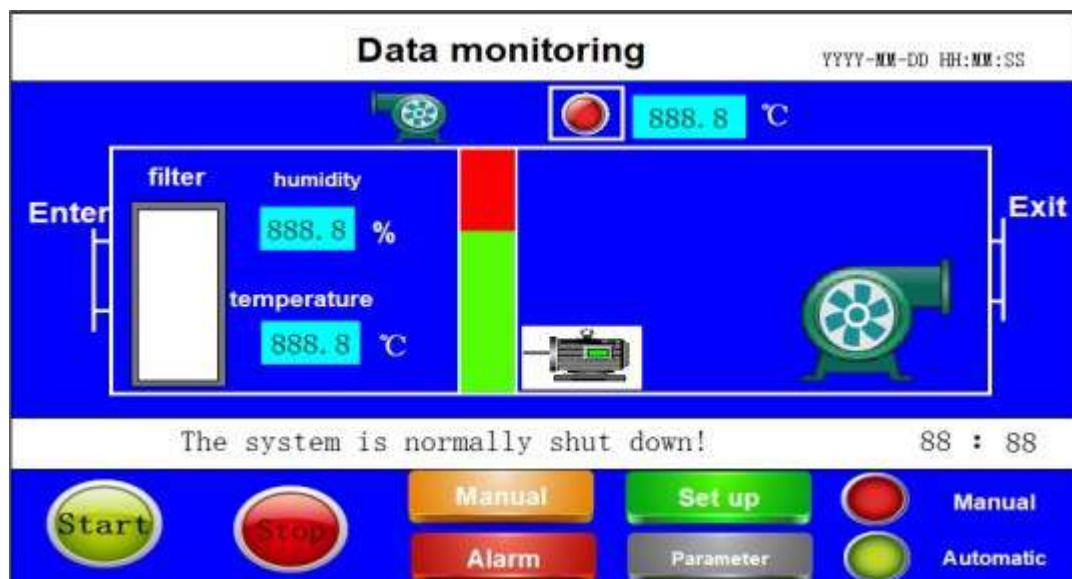
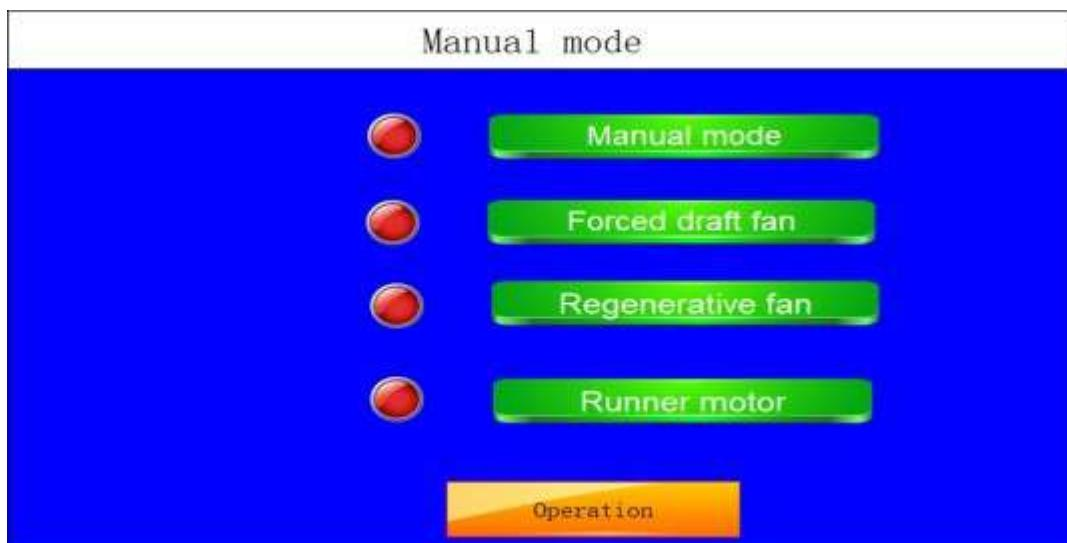

Figura 1
Figura 2
Después del encendido, la pantalla se autocomprobará primero. Después de que la autocomprobación sea exitosa, presione la pantalla de monitoreo de datos "Enter system", como se muestra en la Figura 1:
- (1) Presione la pantalla "Modo manual" en la Figura 1 para ingresar a la pantalla de prueba de salida, como se muestra en la Figura 2:
- (2) En esta pantalla, puede presionar manualmente el botón "Motor de corredor", "Ventilador regenerativo", "Soplador de aire" para probar si cada motor está funcionando normalmente.
- (3) En esta pantalla, puede presionar el botón "Imagen en ejecución" para volver a la Figura 1. La función de este botón es la misma para todas las pantallas y no se explicará más adelante.
- (4) Presione el botón "Parámetro" en la Figura 1 para ingresar a la pantalla de configuración de parámetros de la unidad, como se muestra en la Figura 3:
(3) Presione “Parámetro PID” en la Figura 1 para ver los parámetros PID relacionados con la temperatura actual.